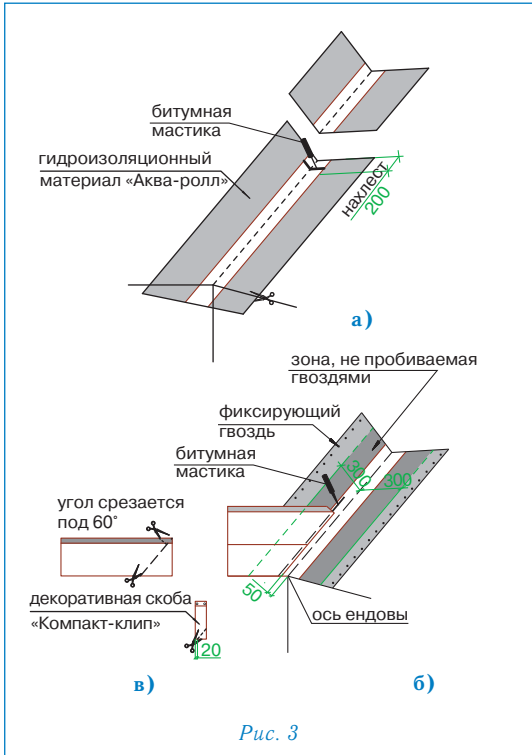

Рис. 3
### Ендова (рис. 3)
- ровно по центру ендовы расстилается специальный рулонный материал «Аква-ролл», фиксируется в верхней части двумя гвоздями и обрезается в нижней части по линии карниза (рис. 3а);
- 2.** «Аква-ролл» укладывается с нахлестом 20 см, место нахлеста тщательно обрабатывается битумной мастикой (рис. 3а).
- непосредственно перед укладкой в ендову черепицы, защитная пленка с лицевой стороны «Аква-ролла» снимается и на самоклеящуюся поверхность укладываются листы черепицы, обрезанные в соответствии с заранее отбитыми линиями (рис. 3б).
**Внимание: 1.** Необходимо также подрезать верхний уголок обрезанного края листа (см. рис. 3в) для правильного стока воды.
**2.** Крепление обрезанного листа к медной части «Аква-ролла» осуществляется при помощи сплошной полосы битумной мастики (рис. 3б).
**4.** В случае, если скоба «Компакт-клип» приходится на место среза листа, можно либо обрезать накладку, оставив минимум 2 см в нижней части (рис. 3в), либо произвести укладку листов без использования накладки.